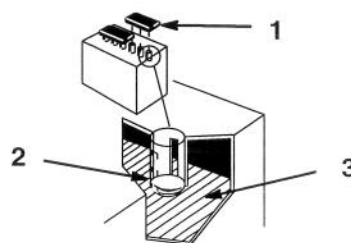

Abbildung 39
- Die Abdeckung öffnen, um in die Zellen zu sehen. Die Füllsäure muß bis zum unteren Teil der Röhre reichen (Abb. 39). Die Füllsäure darf nicht unterhalb der Platten stehen. (Abb. 39).
- Die Einfüllverschlüsse abnehmen (Abb. 39).
- Langsam destilliertes Wasser in jede Batteriezelle gießen, bis der Flüssigkeitsstand den unteren Teil der Röhre erreicht (Abb. 39).